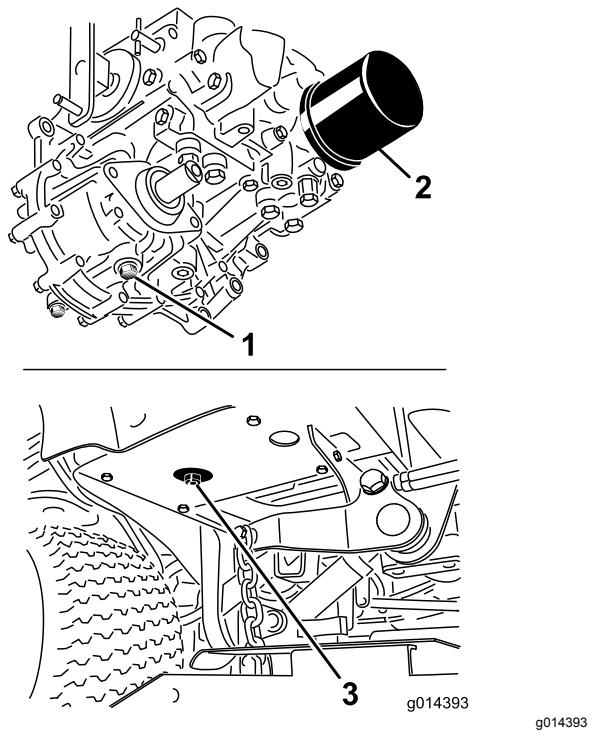

図 49
4. 油圧オイルフィルタの取り付け部周辺をきれいに拭いてフィルタを取り外す図 49
3. 油圧オイルタンクとトランスミッションケースの下にオイルを受ける大型の容器を置き、それぞれのドレンプラグを外してタンク内のオイルを完全に排出、回収する図 49。